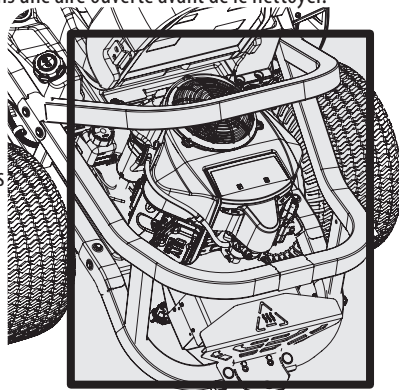

Figure 35
- Nettoyez autour des fusibles, les deux côtés des ailettes de refroidissement des transmissions, le collecteur d'échappement, le câblage électrique et les faisceaux, le tuyau du silencieux, le pare-chaleur du silencieux, les grilles d'entrée d'air du moteur et les ailettes de refroidissement, entre autres. Voir Figure 35.